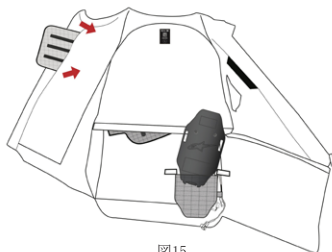

図15
5. エアバッグの胸部を覆う前面部分では、クリップを開き、エアバッグの前面と背面にあるフックとループのパッチパッチを取り外します。最後に、右袖の上にある開口部からエアバッグを取り出します (図15)。